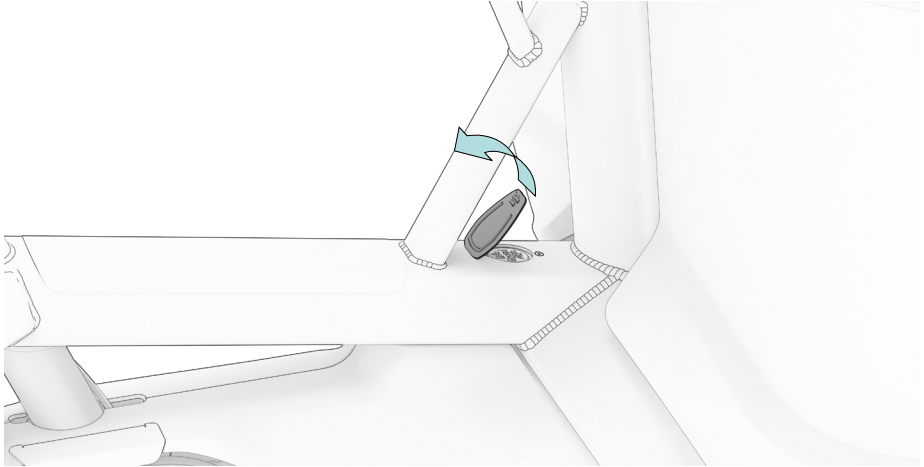

Abb. 25
2. Öffne die Staubkappe des Ladesteckers (Abb. 25) und verbinde das Kabel des Ladegeräts mit dem Stecker.